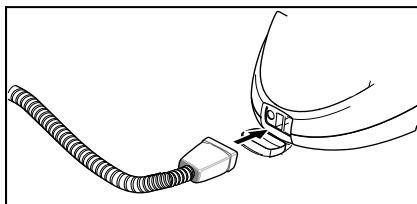

Figura 2
→ Introduceți fișa pentru abur (C6) și fixați-o în priza aparatului (A1). Astfel, cele două opritoare ale fișei pentru abur trebuie să intre în capacul prizei aparatului (vezi figura 2).
- Introduceți țevile de prelungire în suportul mare pentru accesorii (vezi figura 2).